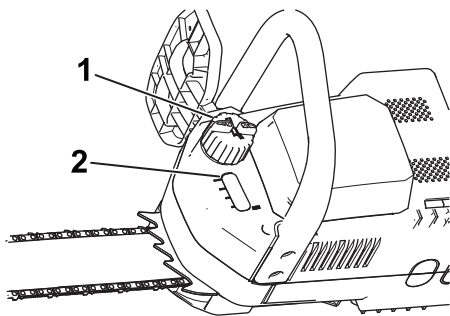

Figura 26
2. Controllate il livello dell'olio attraverso la finestrella. Se non vedete l'olio attraverso la finestrella, rabboccate l'olio per barra e catena nella motosega (Figura 26).
3. Pulite la zona intorno al tappo di riempimento dell'olio (Figura 26).
4. Togliete il tappo e versate l'olio nella motosega fino a riempire completamente la finestrella (Figura 26).